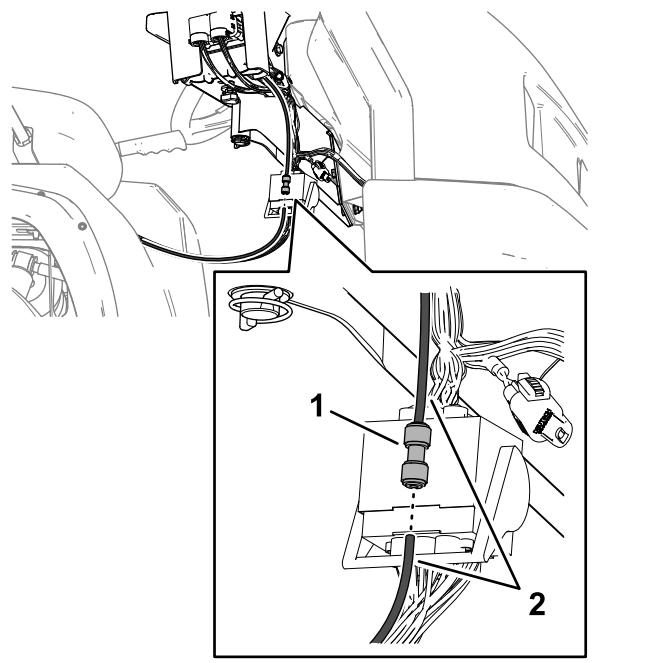

Figura 132
5. Retire um painel de tubo do sensor de pressão uma abertura (caso se aplique) como se mostra na Figura 132.